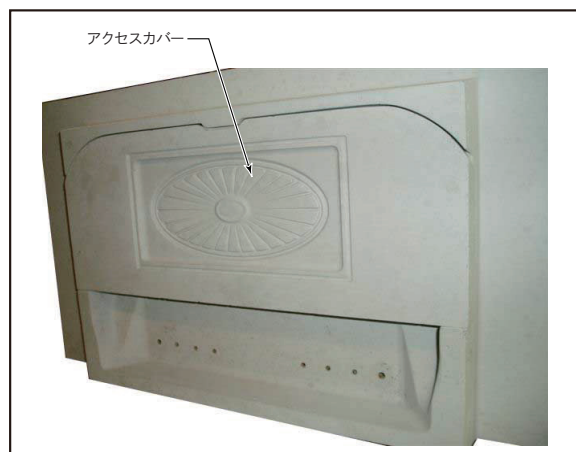

図 10 アクセスカバーの取り外し
1. 点検口のカバーをゆっくりと持ち上げ、ボトムの先端から手前に引き出して外します。（図 10）